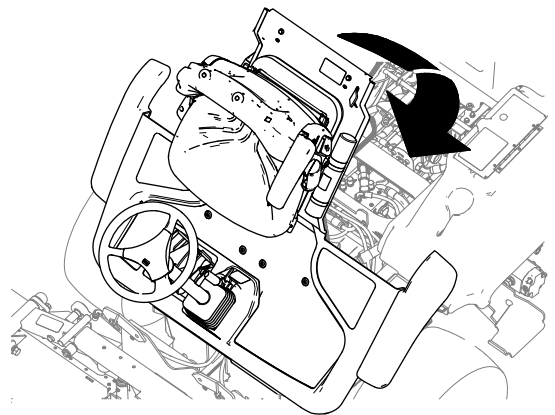

Figura 50
1. Baixe, cuidadosamente, a plataforma (**Figura 50**).